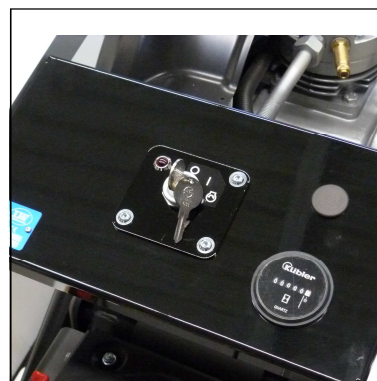

Abb. 1 - Elektrostart / Zugstart
5. Kompressor mit Schlüsselschalter / Handzug starten (Abb.1).